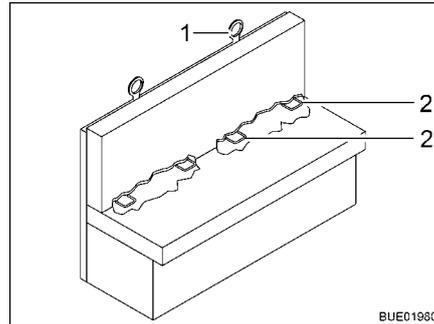

Bild 23 Isofix-Kindersicherung
Wenn das Fahrzeug mit Isofix-Kindersicherung ausgestattet ist, sind die dafür geeigneten Fahrzeugsitze mit einem Isofix-Symbol gekennzeichnet. Diese Fahrzeugsitze verfügen über Haltebügel (Bild 23,2) und einen weiteren Verankerungspunkt oben an der Sitzlehne (Top Tether) (Bild 23,1). Für Isofix geeignete Kinderrückhaltesysteme verwenden. Die Kinderrückhaltesysteme besitzen Rastarme, die in die Haltebügel des Fahrzeugsitzes eingeklinkt werden.
- Wenn möglich den Kindersitz zusätzlich am Top Tether (Bild 23,1) befestigen.